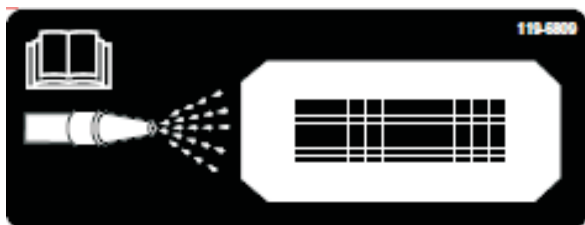
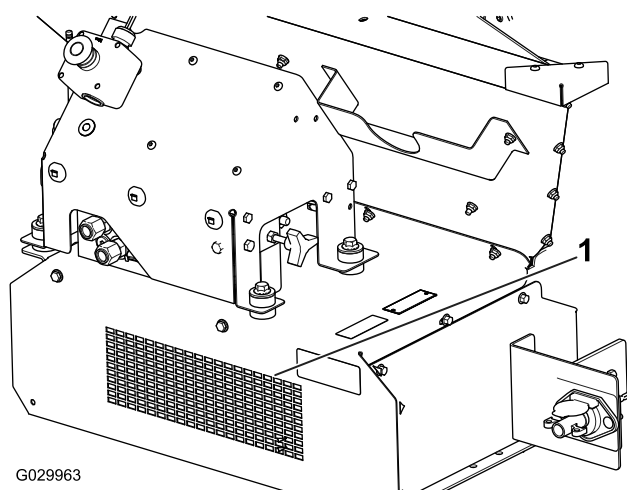

Figura 57
Figura 58
10. Localize o autocolante de limpeza na parte da frente da máquina (Figura 57), utilizando uma mangueira de jardim, pulverize a grelha de proteção frontal até que o painel inferior esteja totalmente livre de material (Figura 58).